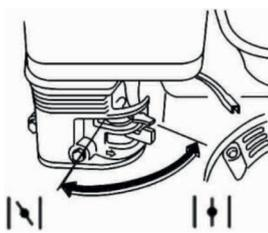

Рис. 3
- Установите рычаг воздушной заслонки в положение "закрыто" (↓↑). (Рис. 3)
- По мере прогрева двигателя постепенно переведите рычаг управления воздушной заслонкой в положение "Работа" (↑↓) (Рис. 3). При эксплуатации затирочной машины этот рычаг должен находиться в этом положении.